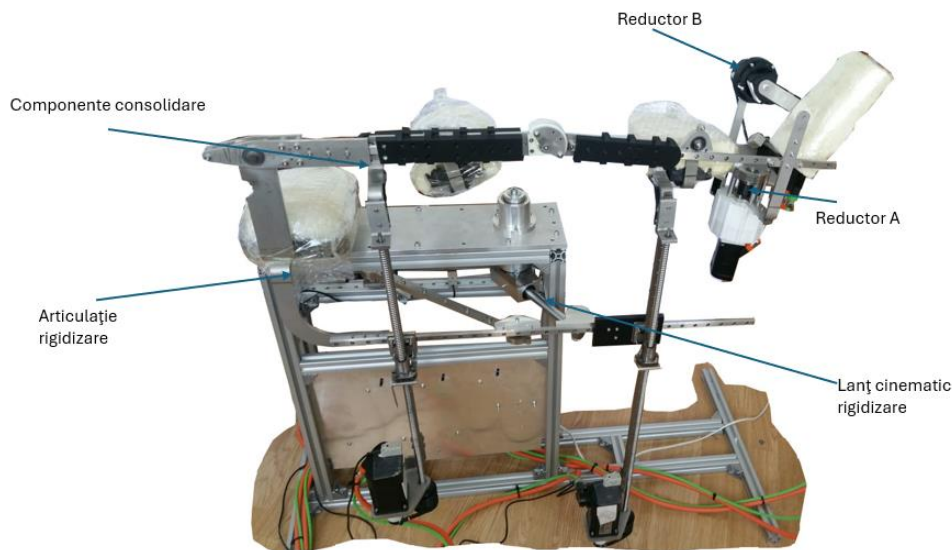

Figura 1. Sistemul robotic de recuperare a membrului inferior-RAISE
1. **Articulație de rototranslație** (Figura 1): rotația este realizată printr-un sistem mecanic cu doi rulmenți radial-axiali și un arbore montat în inelele interioare ale acestor rulmenți, în timp ce translația este asigurată de un arbore care alunecă printr-un rulment linear dublu.